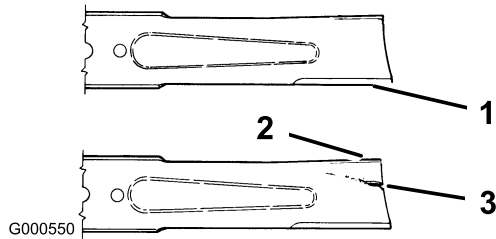

Bild 36
1. Untersuchen Sie die Schnittkanten (Bild 36). Bauen Sie, wenn die Kanten nicht scharf sind oder Kerben aufweisen, die Schnittmesser aus und schärfen sie; siehe Schärfen der Messer.
2. Prüfen Sie die Schnittmesser, insbesondere den gebogenen Bereich (Bild 36). Montieren Sie, wenn Sie Schäden, Verschleiß oder
Rillenbildung in diesem Bereich feststellen (Bild 36), sofort ein neues Schnittmesser.